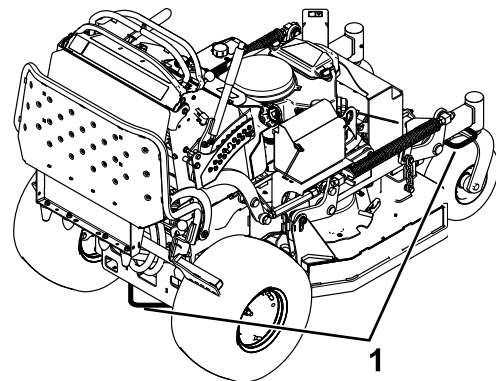

Bild 26
7. Vergurten Sie die Maschine in der Nähe der vorderen Laufräder und der hinteren Stoßstange mit Riemen, Ketten, Kabeln oder Seilen (Bild 26). Halten Sie die örtlichen Vorschriften für die Vergurtung ein.